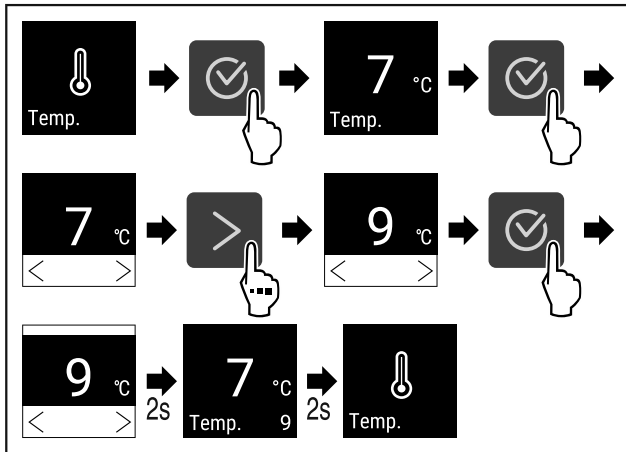

Fig. 67 Endre temperatur fra 7°C til 9°C
- ▶ Følg anvisningene (se Fig. 67) .